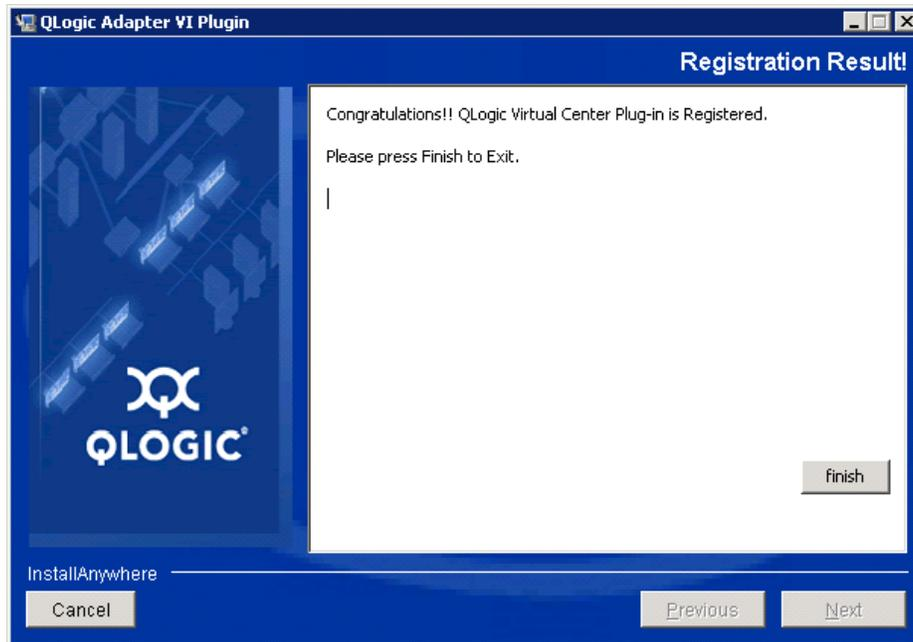

Figure 2-16. Enregistrement réussi
10. La Figure 2-16 apparaît lorsque l'enregistrement est terminé. Cliquez sur **Finish** (Terminer) pour quitter l'Assistant.